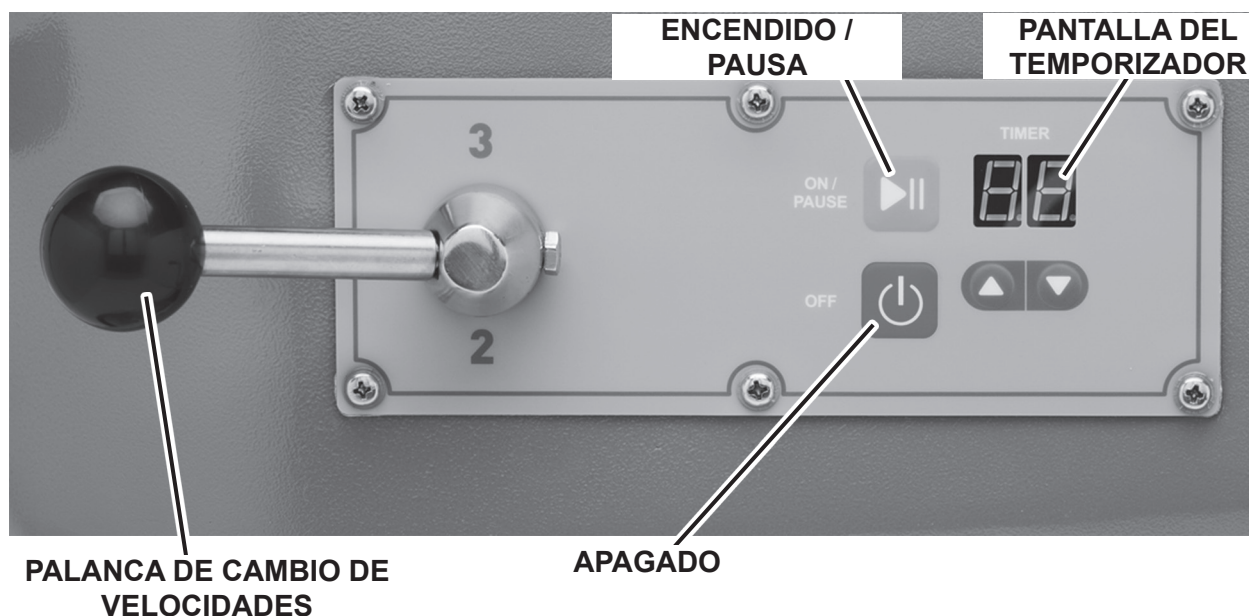

Fig. 6
1. Coloque la palanca de cambio de velocidades (Fig. 6) para seleccionar una velocidad de mezclado. En la pantalla del temporizador, se lee 00.
2. Presione el botón ON/PAUSE (Fig. 6) para comenzar a mezclar. En la pantalla del temporizador, se lee 00.
5. Presione el botón OFF (Fig. 6) para detener la operación de mezcla y el temporizador se reiniciará, no se mostrará nada en la pantalla.